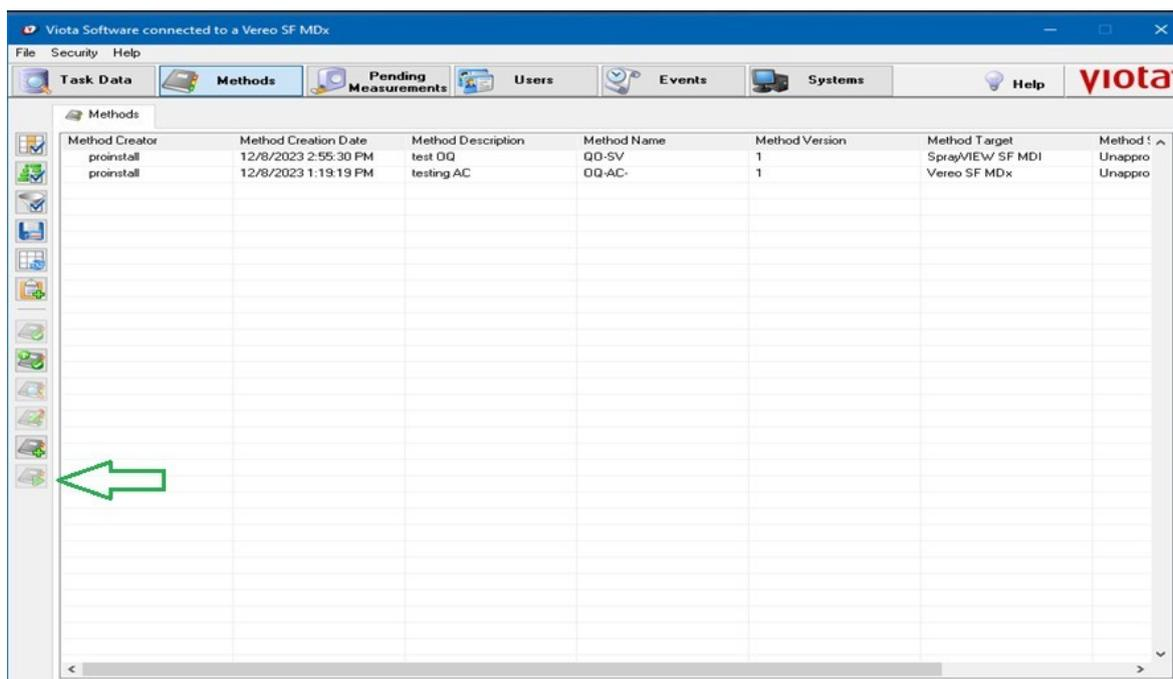

Figura 87: Guia de criação de métodos. Botão de inicialização.
- a) Clique no botão de comando *Run the Method* conforme Figura 87, e colete dados usando um método existente, na página *Methods*. O software Viota na opção *Method Executive* realizará o Teste de *Hardware* e indicará o estado dos componentes do sistema e o intervalo de tempo restante para as diversas calibrações e verificações. (O Software não permite que o Método continue quando uma calibração ou verificação expirar. Neste caso, uma mensagem de aviso será exibida mostrando quais testes precisam ser realizados antes que o método possa ser executado).